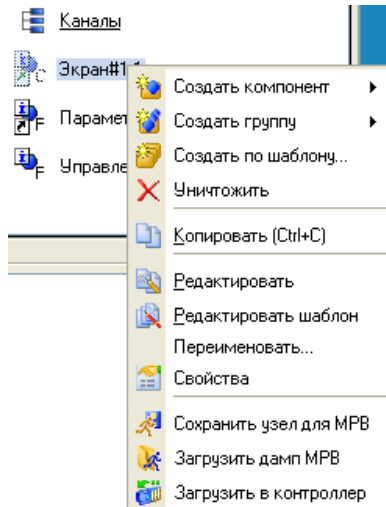

Рисунок 2.11 – Вибір меню «Властивості» елементу
- у ньому натисненням ЛК відкриємо **Властивості** компоненту **Екран#1** (рис. 2.11):